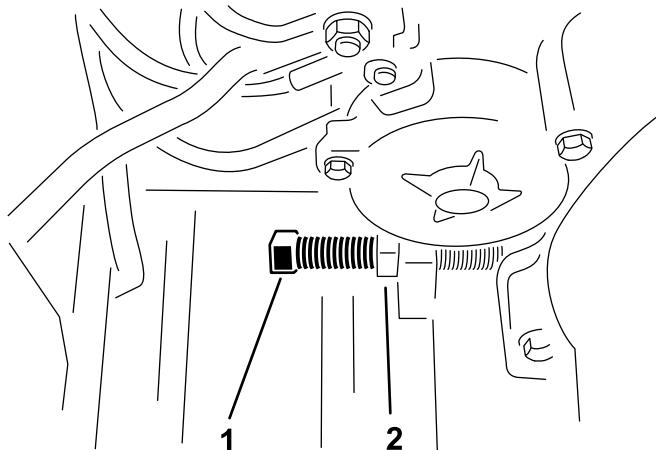

图22
3. 松开锁紧螺母并转动皮带调节螺栓直至达到所需的皮带张紧力 图22。
5. 调节发动机使其与机架平行。继续旋紧发动机固定螺栓 图22。